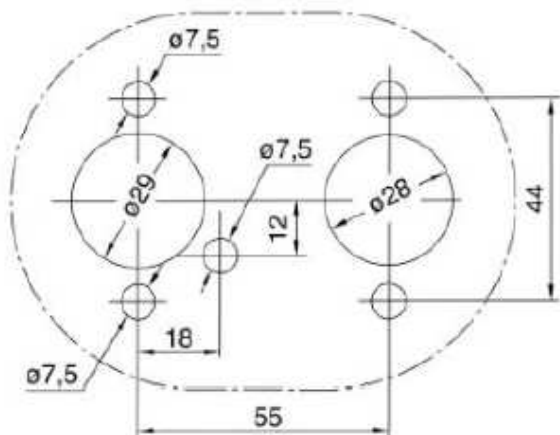

Рис. 9
4.2.3 Между печкой и установочной поверхностью транспортного средства необходимо обеспечить хорошее уплотнение. Между печкой и установочной поверхностью транспортного средства должна быть вставлена специальная прокладка (как показано на Рис. 8), которая поставляется производителем. Установочная поверхность должна быть достаточно ровной. Место, на которое устанавливается печка, должно иметь неровности менее 1 мм. После того как будут просверлены установочные отверстия неровности поверхности должны быть устранены в соответствии с данными требованиями. После установки плотно закрутите четыре поставляемые производителем гайки М6. Убедитесь, что в зазоре между печкой и установочной поверхностью транспортного средства (Рис. 8 -F) нет посторонних предметов. Расположение установочных отверстий представлено на Рис. 9.